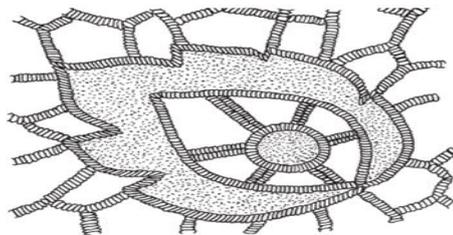

Рис. 1.26. «Паучок» из ткани
2) между бридами из основной ткани делают островки, в которые сходятся бриды. Островки обшиваются узким петельным швом (рис. 1.26).